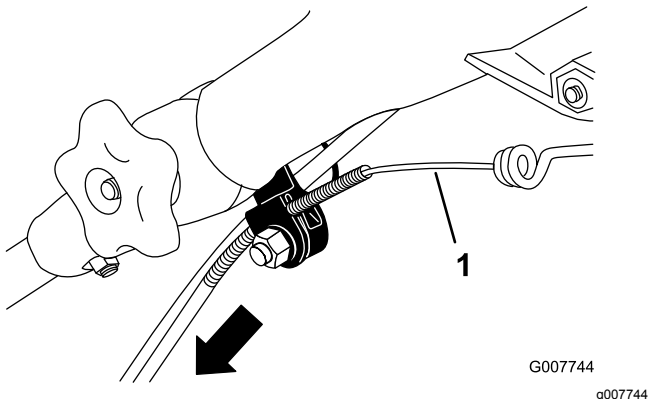

Figura 23
3. Tirate verso il basso la guaina del cavo fino ad eliminare l'imbando del cavo esposto (Figura 23).